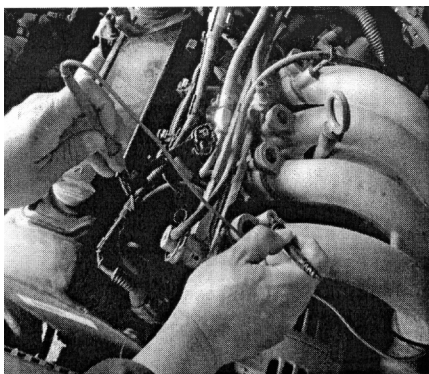

图 5-20 检查喷油器电源
① 点火开关置于 OFF 位置，脱开喷油器插头。
② 点火开关置于 ON 位置，如图 5-20 所示，将电压表的负表笔搭铁，红表笔先后测量线束电插头的两个端子，其中的一个端子应有 12V 的电压。否则检查点火继电器以及点火继电器到蓄电池之间的线束连接情况。